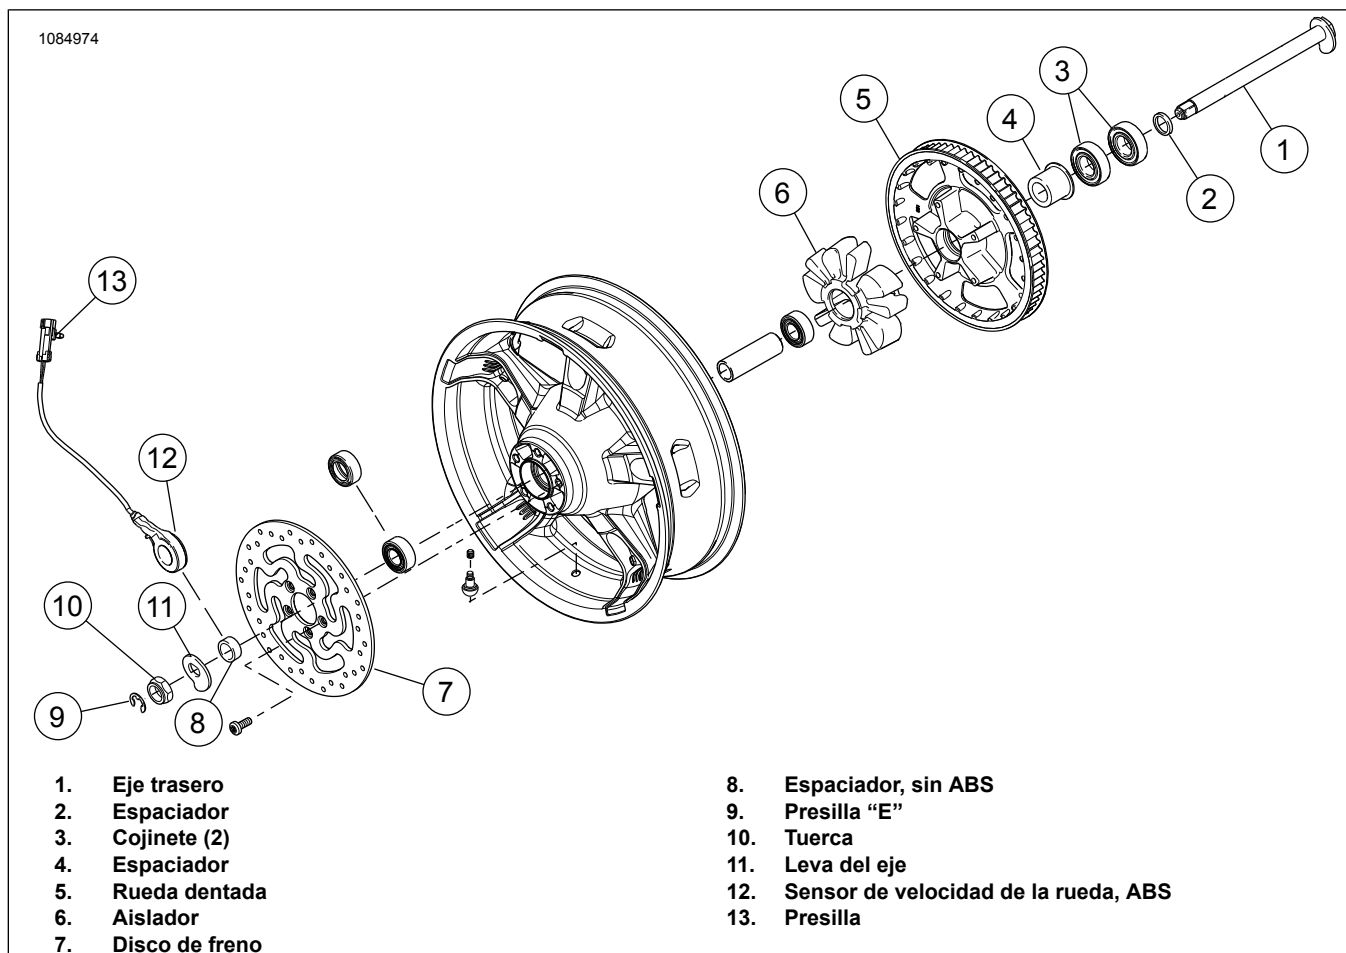

Figura 5. Piezas de la rueda trasera para volver a usar
3. Consulte la Figura 5. Desmonta y retira el conjunto existente de la rueda trasera. Consulta el manual de servicio.